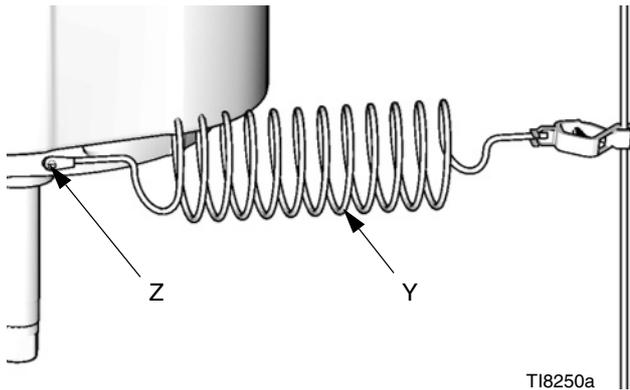

FIG. 1. Fio terra
Bomba: Utilize um fio terra e uma abraçadeira. Consulte a FIG. 1. Remova o parafuso de aterramento verde (Z) da base do motor pneumático. Insira o parafuso no final do circuito através do fio terra (Y) e aparafuse-o no motor pneumático. Conecte a abraçadeira de aterramento a uma ligação à terra verdadeira. Encomendar peça n.º 244524, utilize um fio terra e abraçadeira.